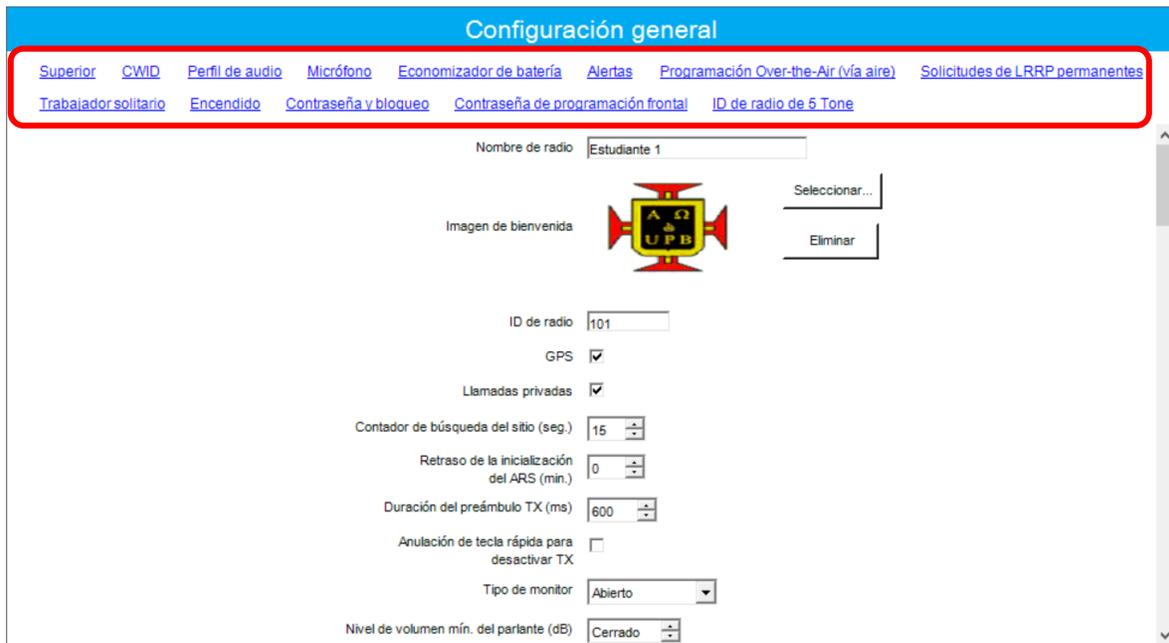

Ilustración 27. Configuración general-menús.
- Aparece una ventana como la de la ilustración 27. En la parte superior se pueden observar los títulos de lo que contiene el menú de configuración general.